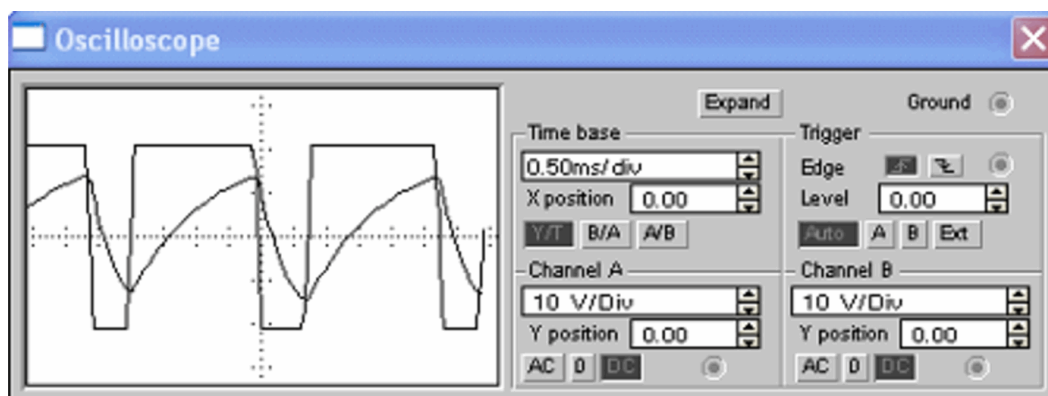

Рис. 8 – Осциллограммы напряжения на конденсаторе и выходного сигнала
12. Развернуть и настроить осциллограф, изменяя чувствительность и длительность развертки. На экране можно наблюдать изменение напряжения на конденсаторе и выходной сигнал (рис. 8).